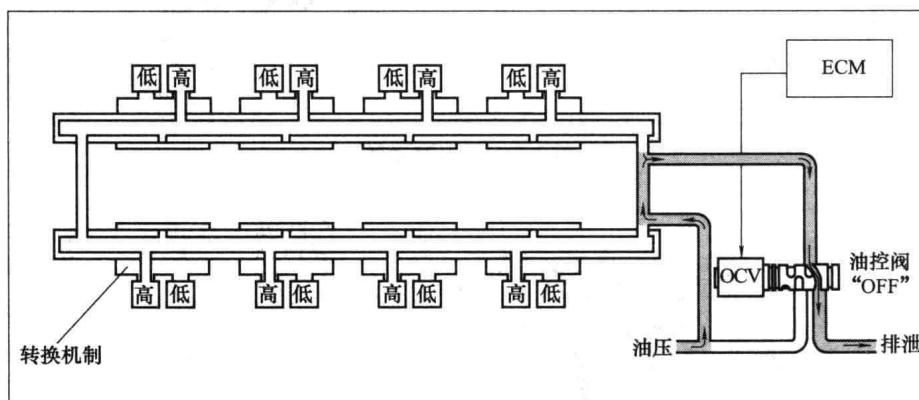

图 1-12 低中速时油控阀工作原理
① 低中速时 当发动机转速低于 6000r/min 时，机油控制阀打开回油口，凸轮轴控制油道内不能建立油压，凸轮转换机构的锁销无压力油作用，弹簧将锁销推到未锁定方向，见图 1-12。在这种情况下，由于垫块下端存在空行程，垫块的